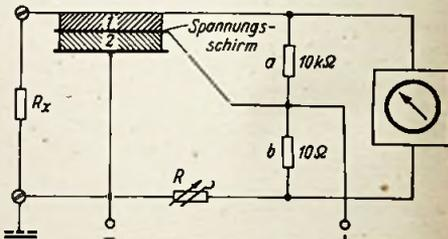

Bild 121. Spannungsschirmschaltung in der Brücke nach Bild 119
Günstig gelöst ist die Beseitigung des Nebenschlußfehlers, der üblicherweise durch den Isolationswiderstand zwischen den Rx-Anschlußklemmen verursacht wird. Bild 121 zeigt hierzu die grundsätzliche Schaltanordnung mit a = 10 kΩ und b = 10 Ω, entsprechend dem Bereich 10...100 MΩ. Eine Rx-Klemme liegt an der allgemeinen Minusleitung, die andere wird isoliert (1) auf einem mit der positiven Speisepannung verbundenen Spannungsschirm aufgebaut, der gegen die Minusleitung isoliert (2) ist. Die Montageplatten aller Schaltglieder (Tiefpaß usw.) befinden sich ebenfalls auf dem Potential der positiven Speisepannung, und sind mit der Meßdiagonale galvanisch verbunden. Der Isolationswiderstand zwischen Meßklemme und Spannungsschirm liegt so dem Verzweigungswiderstand a = 10 kΩ parallel, während sich der Isolationswiderstand zwischen Spannungsschirm und Minusleitung parallel zur Speisediagonale befindet. Wie man sieht, muß hier der Isolationswiderstand (1) nur die Bedingung erfüllen, daß a = 10 kΩ nicht mehr als etwa 0,05% gefälscht wird. Dies entspricht einem Isolationswert von rund 20 MΩ, ein Betrag, der bei Verwendung eines hochwertigen Isoliermaterials auch unter ungünstigen klimatischen Bedingungen unschwer zu halten sein wird.